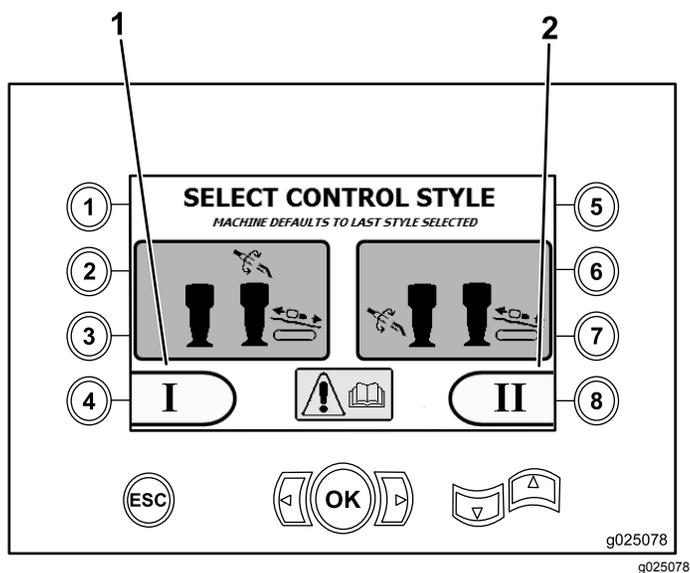

Figure 9
- Mode I – Place les fonctions de forage sur le levier de commande droit, tandis que le levier de commande gauche permet d'activer les fonctions du chargeur de tiges et des clés (Figure 9)
Appuyez sur le bouton 4 pour sélectionner ce mode (Figure 9).
- Mode II – il répartit les fonctions de forage, des clés et de chargement des tiges entre les leviers de commande gauche et droit (Figure 9) Les commandes de poussée sont sur le levier de commande DROIT et les commande de rotation sur le levier de commande GAUCHE.
Appuyez sur le bouton 8 pour sélectionner ce mode (Figure 9).